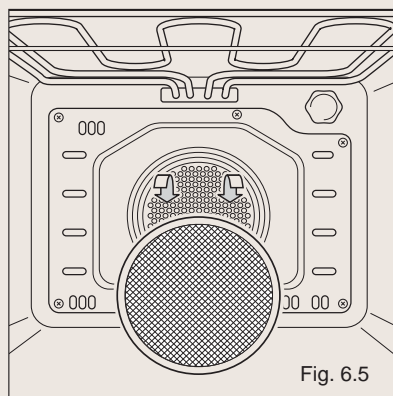

Fig. 6.5
- * L'arrière du four est muni d'un écran spécial pour absorber les particules de graisse, surtout lorsqu'on fait rôtir des viandes. Le filtre est accroché à la paroi postérieure du four comme illustré sur la figure 6.5.